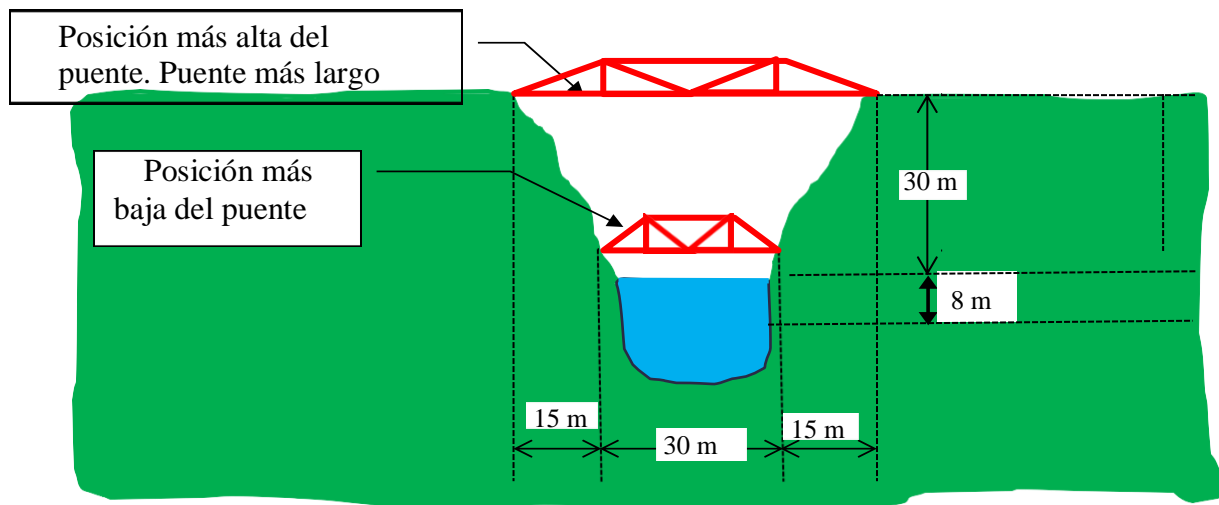

Figura 2. Opciones de alineamiento de la vía según la longitud del puente seleccionado
Cada equipo decide la posición para ubicar el puente en el terreno. Sin embargo, se debe localizar entre los límites de altura mostrados en la figura 2.
- A. Se puede mantener un alineamiento totalmente horizontal de la vía, en cuyo caso se tendría un puente de 60 m de longitud (Ver Figura 2, Posición más alta para el puente).
- B. Se puede acercar el puente al cauce cambiando las pendientes de las vías de aproximación a ambos extremos, con un 7% máximo de pendiente, en cuyo caso se lograría un puente de 30 m longitud (Ver Figura 2, Posición de